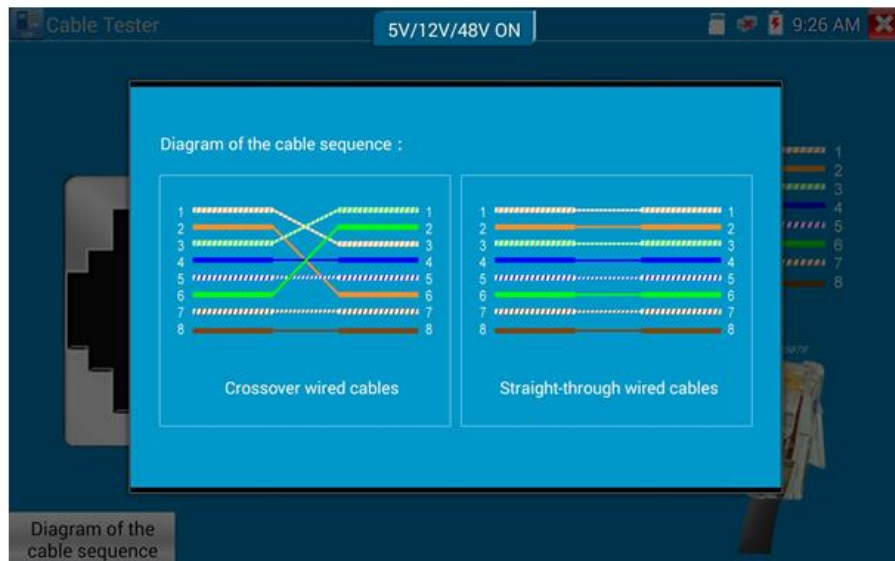

Рис. 101 Диаграммы обжимки разными методами кабеля «витой пары»
- 2) «Типы обжимки кабеля» (Diagram of the cable sequence) показывает два варианта обжимки кабеля «прямой» и «крассовый» в виде схемы последовательности жил в кабеле, рис. 101
По умолчанию приложение определяет тип обжимки кабеля, как «прямая» (последовательность жил опр. цвета Б-Ор, Ор, Б-З, С, Б-С, З, Б-Кор, Кор), так и «крассовая» (Б-З, З, Б-Ор, С, Б-С, Ор, Б-Кор, Кор), рис. 101